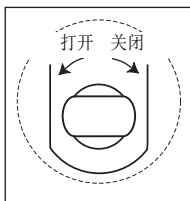

图 2 - 泄压阀操作
4. 使用泵手柄的矩形端，逆时针转动溢流阀杆，将阀打开（转动圈数不要超过两圈）。见图 2。